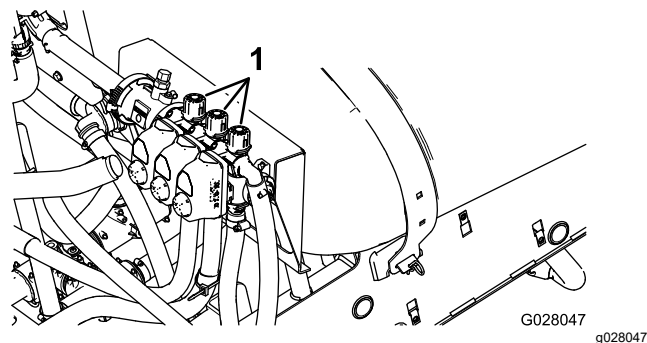

Figura 85
4. Ajuste a válvula de derivação da secção direita (**Figura 85**) até que a leitura da pressão se encontre no nível previamente ajustado (habitualmente 2,75 bar).
6. Ajuste a válvula de derivação da secção central (**Figura 85**) até que a leitura da pressão se encontre no nível previamente ajustado (habitualmente 2,75 bar).
2. Desligue o interruptor de secção esquerda e ajuste a válvula de derivação de secção esquerda (**Figura 85**) até que a leitura da pressão se encontre no nível previamente ajustado (habitualmente 2,75 bar).